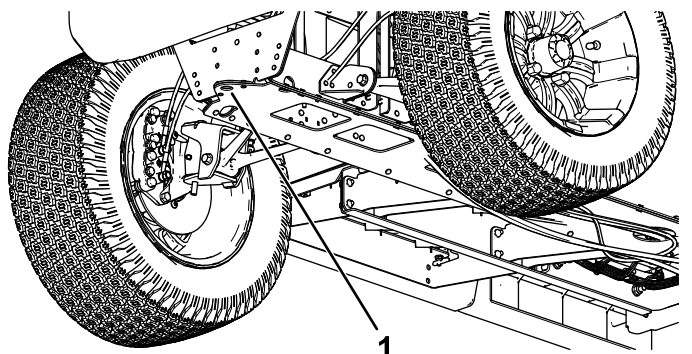

Figura 26
- Punctul de ridicare din partea din față a mainii este situat sub partea din față a cadrului, în spatele cârligului de tractare (Figura 26).